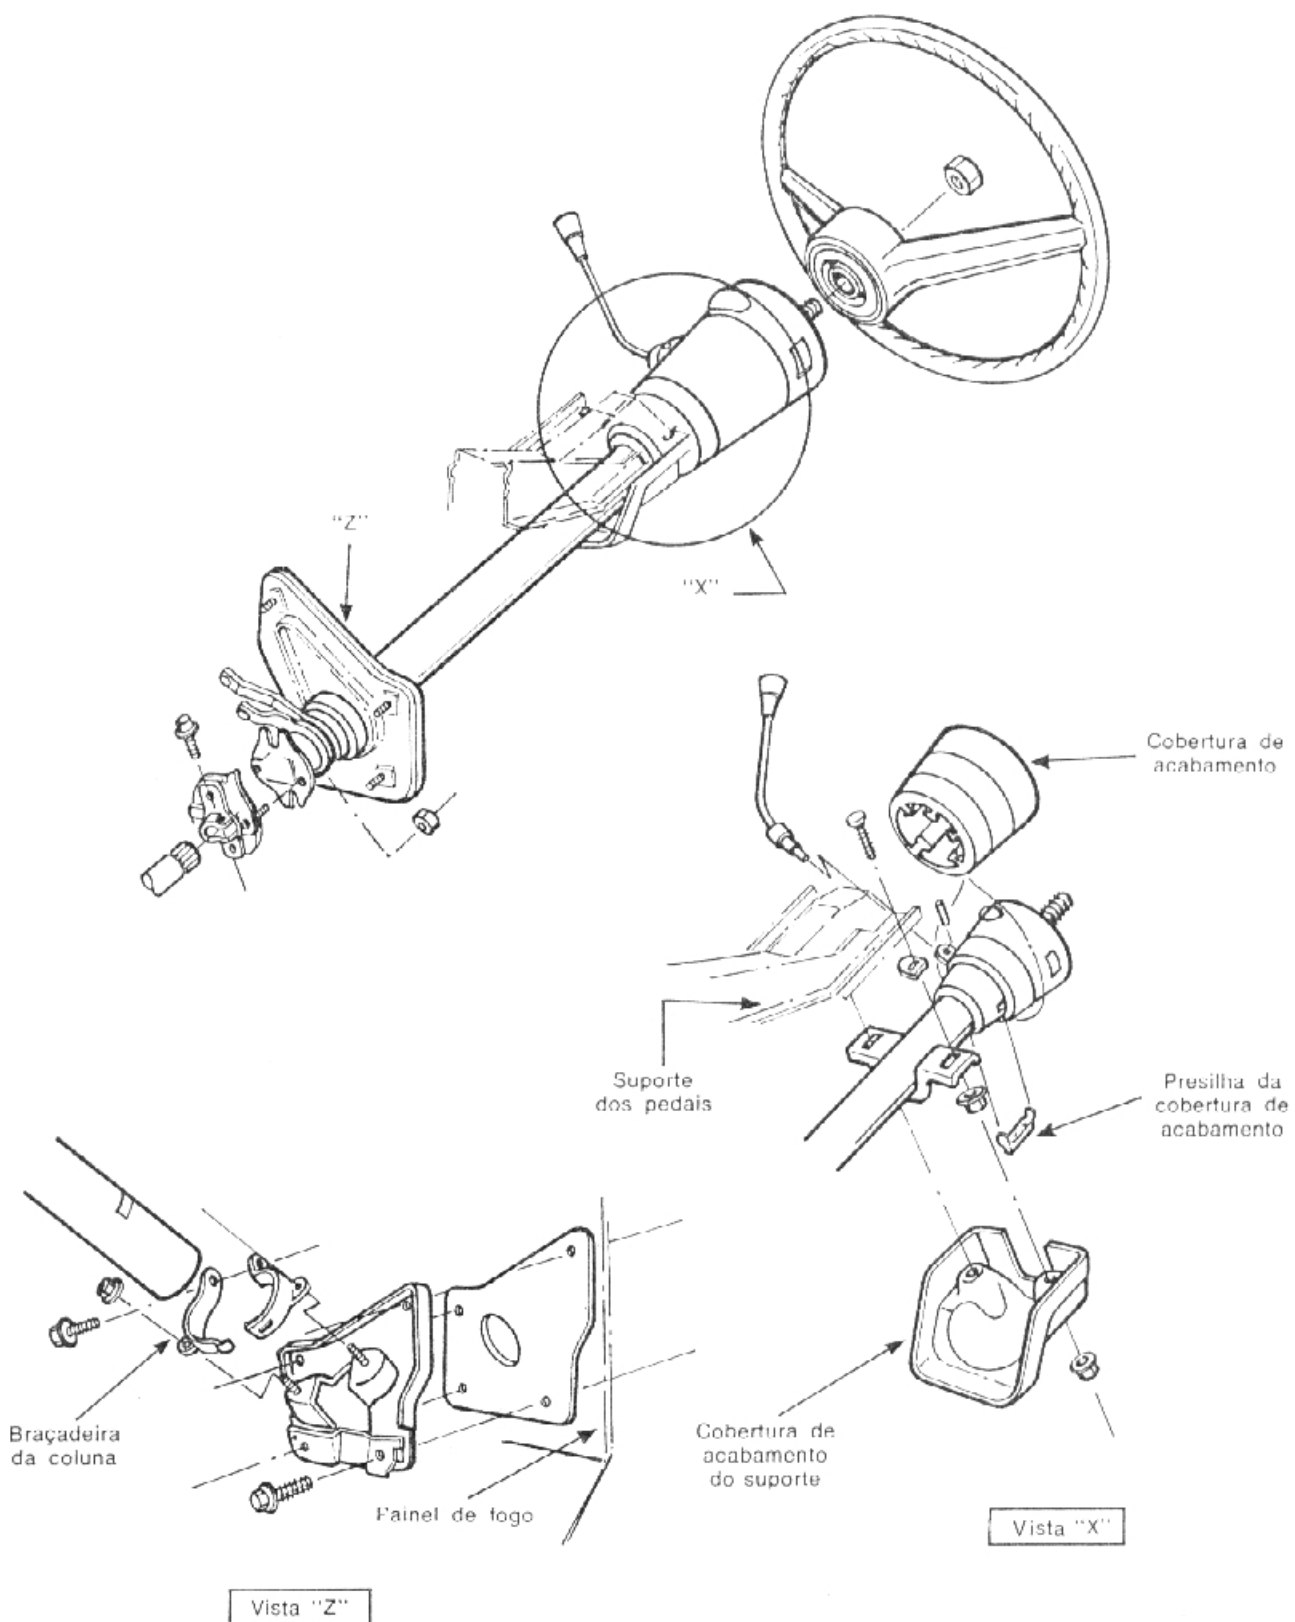

fig. 2 — instalação da coluna da direção
3. Levantar o conjunto da coluna em direção ao suporte dos pedais (sob o painel de instrumentos). Instalar o suporte e as porcas sem ainda apertá-las (fig. 2).